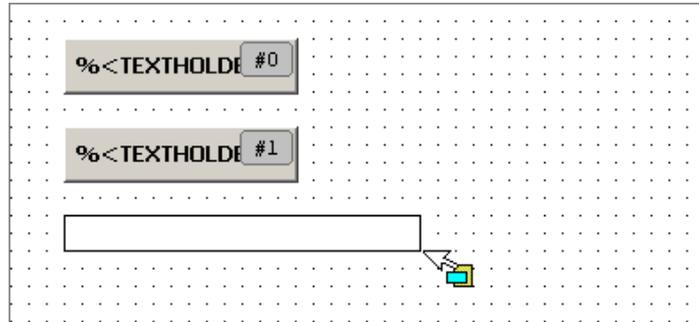

Рис. 71. Создание графического примитива Прямоугольник
1. Выберите команду **Insert–Rectangle** в главном меню или щелкните на пиктограмме  в панели инструментов, после чего нарисуйте прямоугольник в окне редактирования формы визуализации, как показано на рис. 71. Для этого нажмите левую кнопку мыши в точке формы, где должен быть расположен верхний левый угол прямоугольника, после чего, оставив левую кнопку мыши нажатой, переместите курсор в точку, в которой должен находиться правый нижний угол прямоугольника, и отпустите левую кнопку мыши.